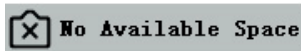

Figure 6-2
■ Lorsque vous appuyez sur le bouton de capture, enregistrez des vidéos et prenez des photos à un moment donné, le message “Pas d’espace disponible” s’affiche, comme le montre la figure 6-2. Veuillez commander l’espace de la carte SD sur l’ordinateur et la réinsérer dans la fente à l’écran.